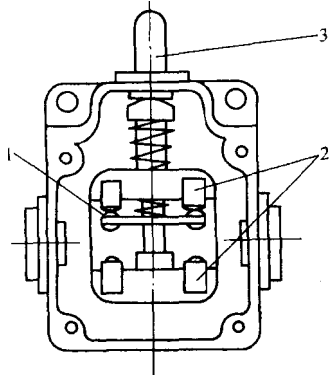

图 1-8 直动式行程开关
(1) 直动式行程开关 如图 1-8 所示，其结构与按钮相似，只是它用运动部件上的挡块来碰撞行程开关的推杆。这种行程开关触点的分合速度取决于挡块的移动速度，在挡块移动速度低于 0.4m/min 时，触点断开太慢，电弧易烧坏触点，此时不应采用这类行程开关。